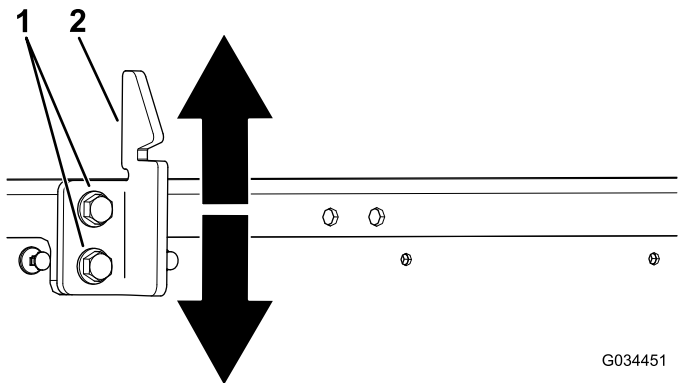

Bild 56
3. Lösen Sie die zwei Schrauben am Schlagbolzen des Ladepritschenriegels und bewegen Sie den Schlagbolzen nach oben oder unten, je nach dem, ob der Schlagbolzen zu hoch oder zu niedrig ist (Bild 56).
4. Ziehen Sie die zwei Schrauben am Schlagbolzen des Ladepritschenriegels an (Bild 56).